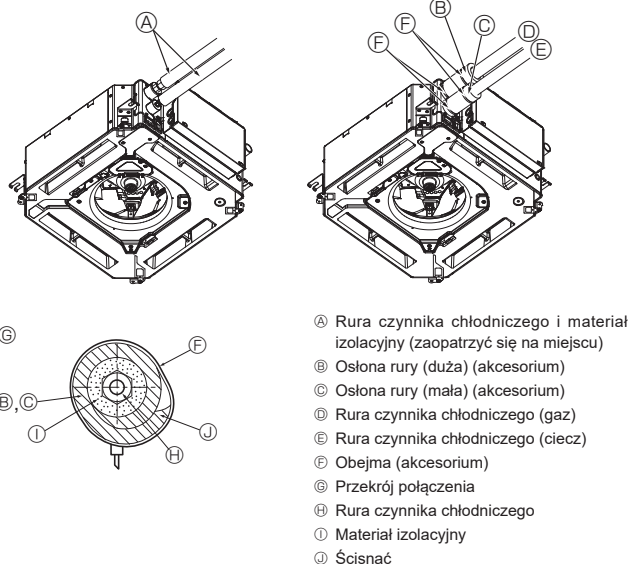

Fig. 5-8
5.5. Połączenie rur (Fig. 5-8)